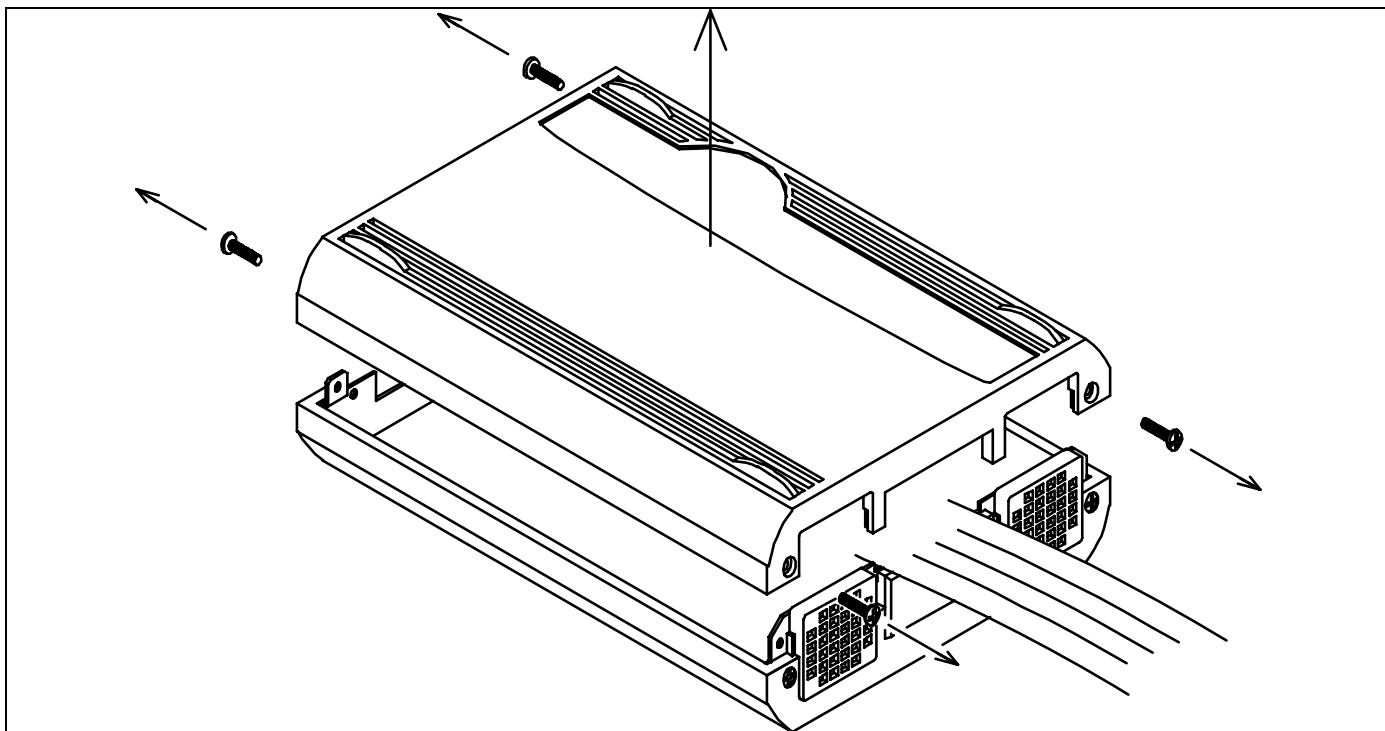

図 2.13 上カバー取り外し
- ① PC7501の両側面ネジ(4箇所)を外して、上カバーを取り外してください(図 2.13参照)。